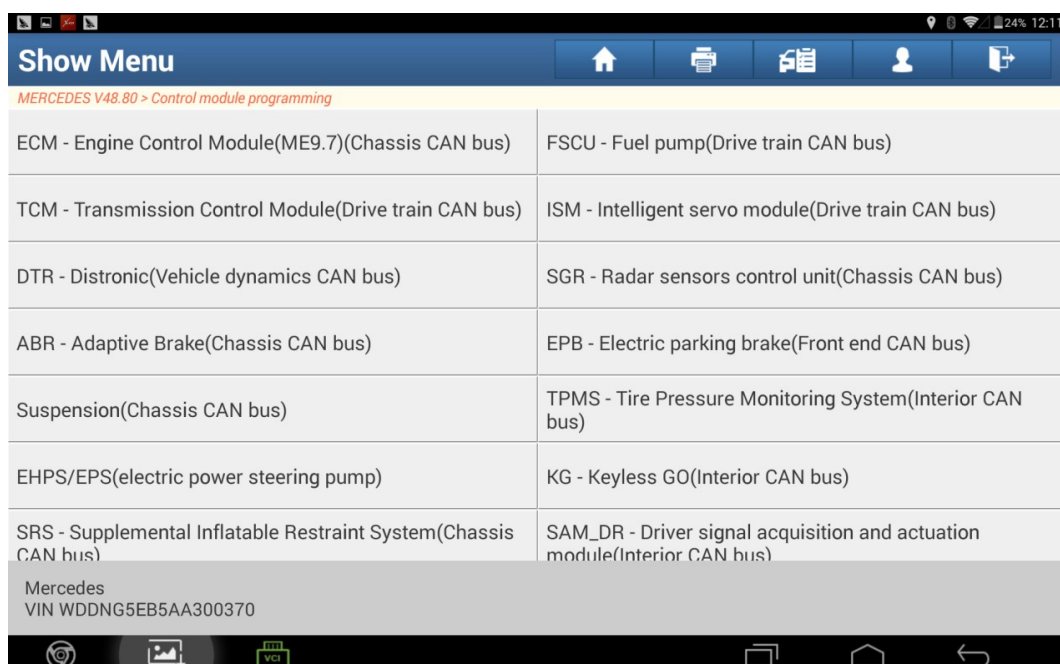

Fig. 6
6. Scegliere la programmazione del sistema corrispondente, qui selezionare il motore con centralina ME9.7, ad esempio selezionare "Modulo di controllo motore ECM (ME9.7) (Chassis CAN bus)" Vedere la Fig. 6;